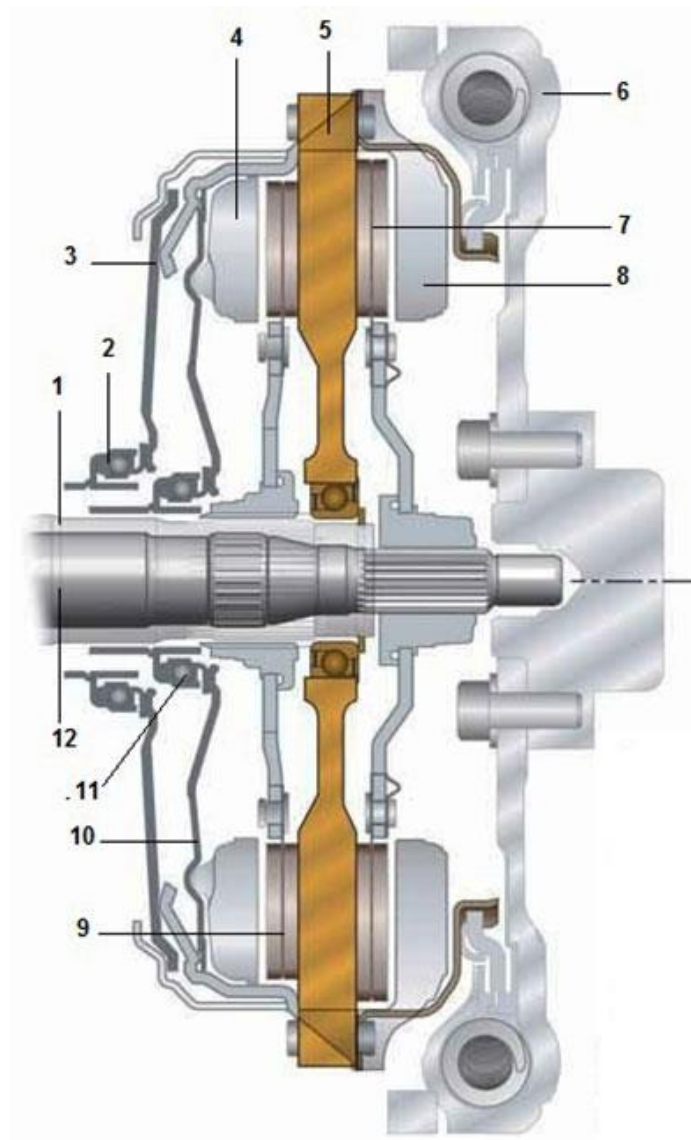

Рисунок 14 – Муфта сцепления сухого типа:
2. Роботизированные коробки с двумя сцеплениями (рисунок 14), работающие не важно, в сухом или мокром картере, очень часто могут требовать калибровки дисков сцепления. Процедура производится программно, и при небольшой выработке на дисках может продлить на какое-то время работоспособность агрегату. В тех случаях, когда калибровка уже не помогает, спасет только разбор коробки, дефектовка компонентов, и замена изношенных новыми. В меньшей степени этому подвержены роботизированные коробки с одним сцеплением, и если на двухдисковом роботе процедура калибровки может потребоваться каждые 30 000 км, то однодисковый робот может отъездить и 70 000 км и не начать беспокоить.